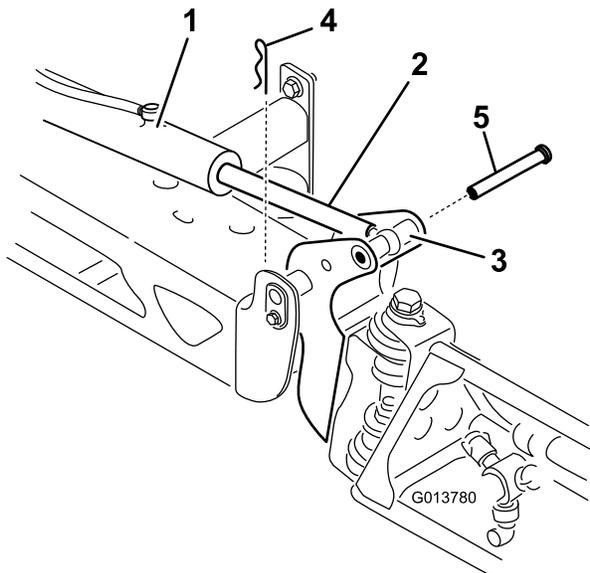

Рисунок 108
2. Извлеките шплинт из оси поворота (Рисунок 108).
3. Поднимите стрелу, извлеките штифт (Рисунок 108) и медленно опустите стрелу на землю.
9. Удерживая стрелу, вставьте штифт через ось поворота стрелы и конец штока (Рисунок 108).